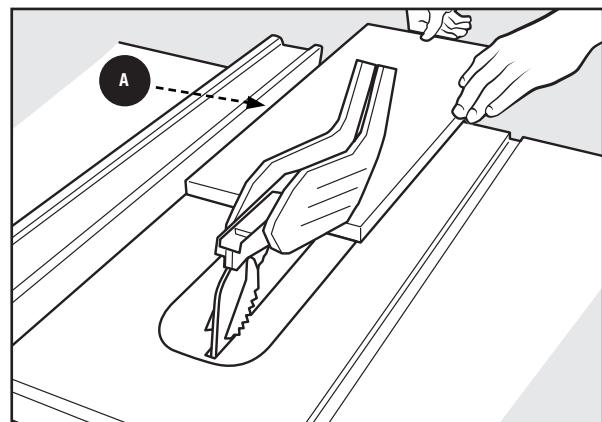

Figure 47
9. Maintenez la pièce à plat sur la table et contre le guide **A**. La pièce **DOIT** avoir un bord droit contre le guide et ne **DOIT** pas être déformée, tordue ou courbée. Voir la position correcte des mains dans la Figure 47.